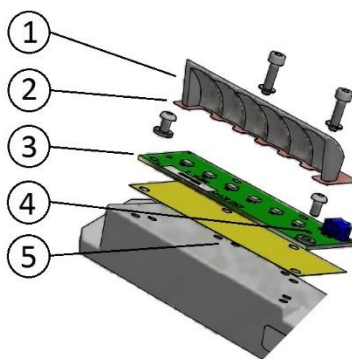

Figura 21 – Sostituzione del modulo LED (Soglia)
- scollegare il cavetto di alimentazione dal modulo LED (*Figura 21- n°4*)
- rimuovere il modulo LED (*Figura 21- n°3*) ed il relativo riflettore (*Figura 21- n°1*) dal supporto modulo LED svitando le due viti TCEI M3x12
- assicurarsi che l'interfaccia termica (*Figura 21- n°5*) sia correttamente posizionata sotto il modulo LED
- assicurarsi che il foglio isolante in Kapton (*Figura 21- n°2*) sia correttamente posizionato sopra il modulo LED
- ricollegare il cavetto di alimentazione al modulo LED (*Figura 21- n°4*)